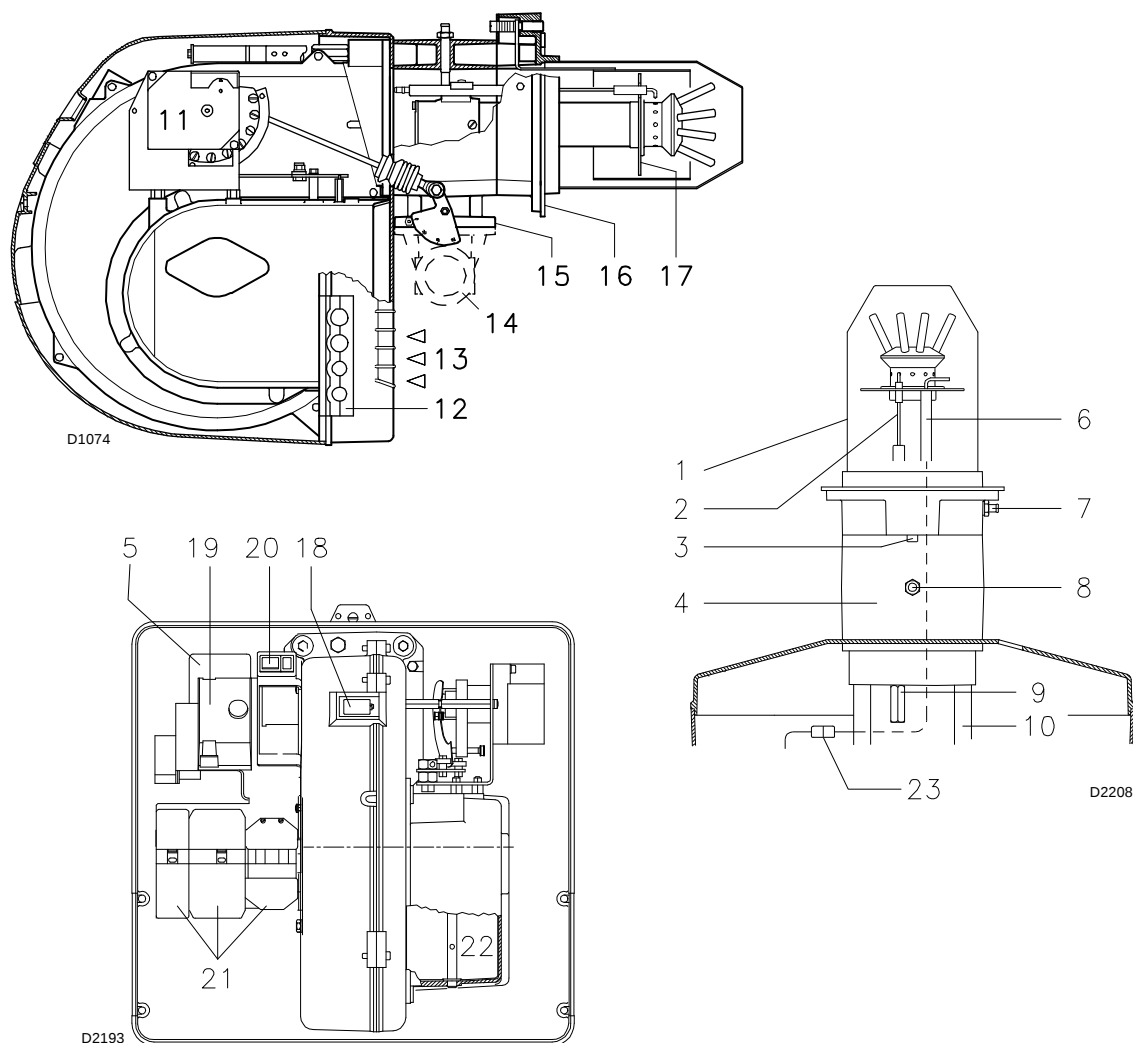

Fig. 6
- l'accensione del pulsante dell'apparecchiatura 19)(Fig. 6) avverte che il bruciatore è in blocco. Per sbloccare premere il pulsante.